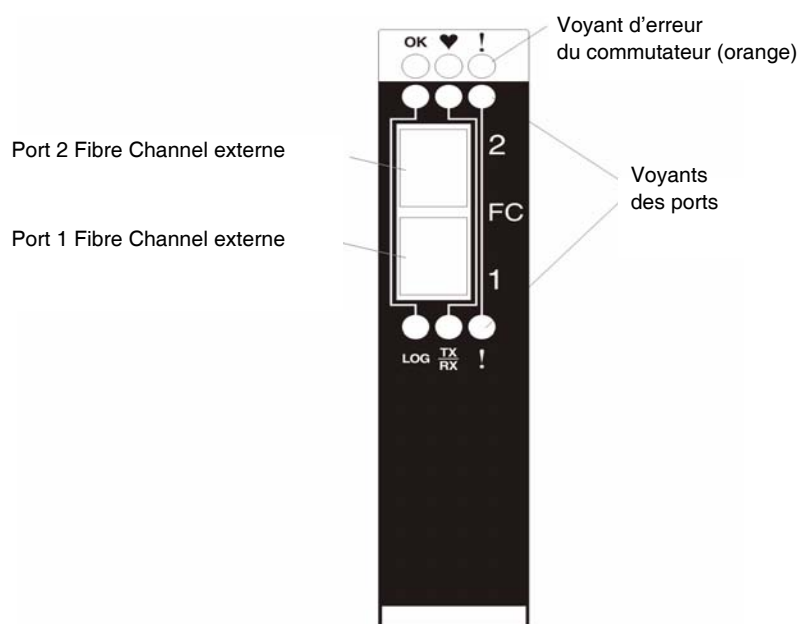

Figure 6. Panneau d'information du module de commutation Fibre Channel
Le panneau d'information du module de commutation contient des voyants et deux ports Fibre Channel, comme le montre la Figure 6.
- Deux ports externes Fibre Channel qui permettent d'établir la liaison avec les périphériques Fibre Channel, les unités terminales et les serveurs. Dans les menus de configuration du commutateur, ces ports sont appelés port 2 et port 1. Sur le module de commutation, ils sont identifiés par les étiquettes 2 et 1 (de haut en bas), comme le montre la Figure 6.